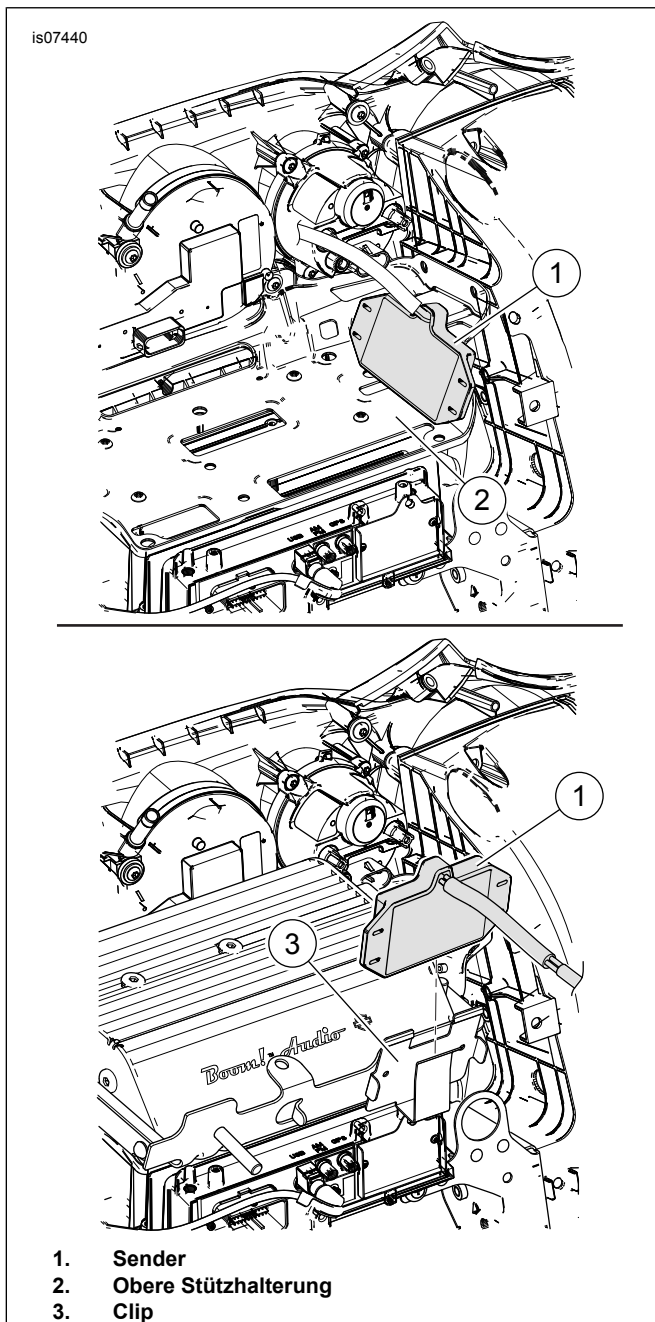

Abbildung 15. Montage des Senders (FLHT-Modelle ab 2017 und FLHX Touring- oder Trike-Modelle)
2. Siehe Abbildung 15. . Modelle OHNE einen an der Verkleidung montierten Verstärker:
- b. Den Sender (1) links neben der oberen Stützhalterung anbringen.
- Den Sender (1) in den Clip (3) auf der Vorderseite der Befestigungshalterung einsetzen.